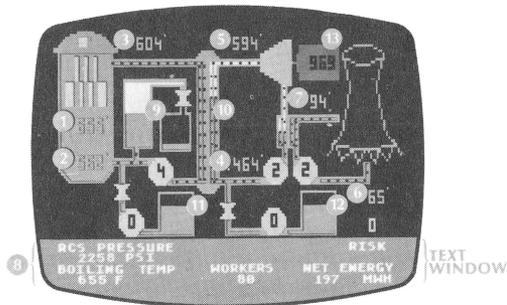

Fig. 15 - Indicatori di livello della Centrale.
Ogni circuito nel sistema di trasferimento del calore mostra due dati di temperatura: uno per il braccio freddo, ovvero per la temperatura all'ingresso, e uno per il braccio caldo, o temperatura all'uscita (Fig. 15).
Gli indicatori della temperatura, della pressione e del punto di ebollizione si trovano nella parte bassa dello schermo (Fig. 15). Il punto di ebollizione aumenta e diminuisce con la pressione. Normalmente, la pressione del primario aumenta e diminuisce con la temperatura del reattore. Se la temperatura aumenta, aumenta la pressione; se la temperatura cala, calerà anche la pressione.
La potenza elettrica del generatore, che varia a seconda delle condizioni di temperatura e pressione dei vari circuiti, è indicata nel rettangolo verde che simboleggia il generatore (Fig. 15); la potenza del generatore viene misurata in Megawatts (MW).